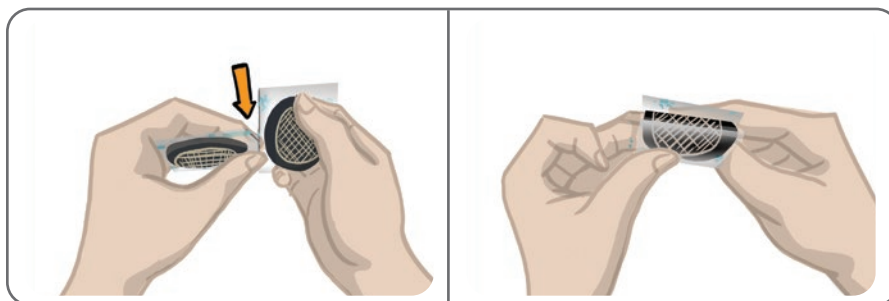

Ilustración 8-2: Separación de los Electrodo Hydrogel y división de las cubiertas de dos partes
2. Separe los dos Electrodo Hydrogel nuevos por la línea perforada. Consulte la ilustración 8-2.
3. Desprenda las cubiertas de dos piezas en cada electrodo y deséchelas. Consulte la ilustración 8-2.